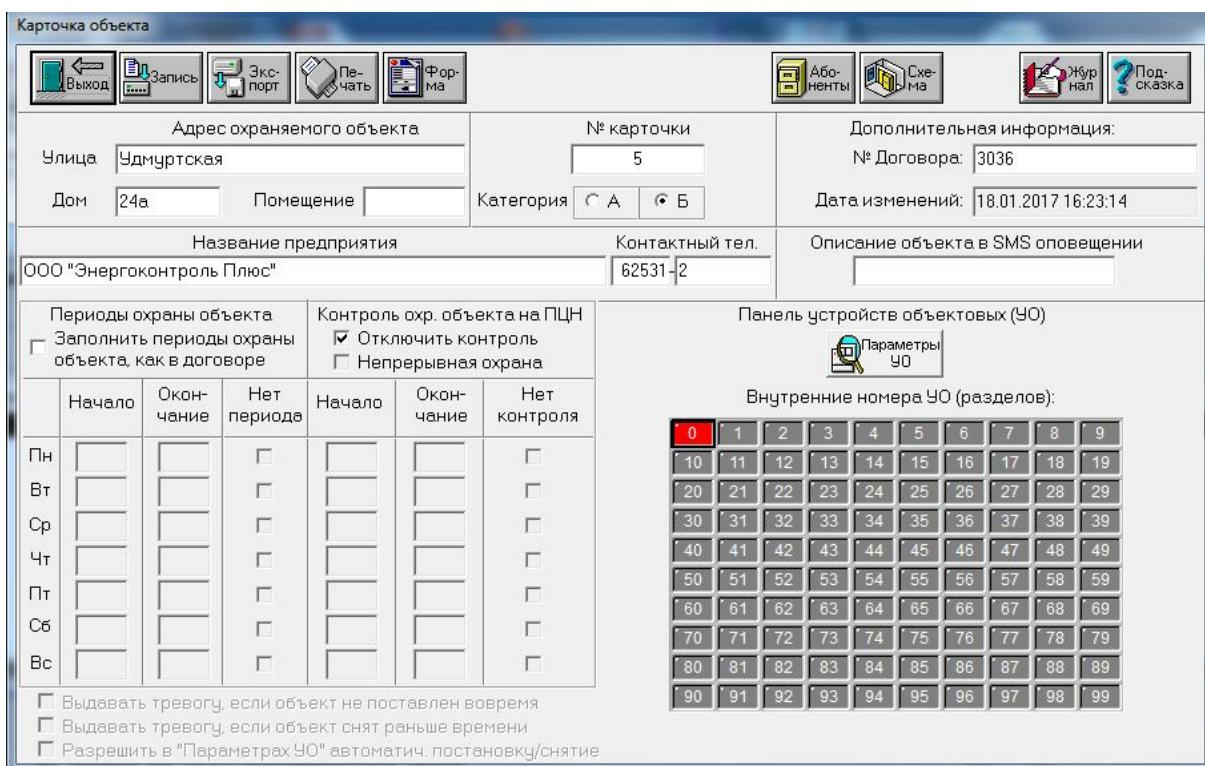

Рисунок 6. Окно «Параметры УО».
9.1 В программе сервера ПЦН необходимо открыть заранее созданную карточку объекта. Откройте в карточке объекта окно «Параметры УОО» (Рисунок 6) и установите точно такую же конфигурацию шлейфов, как при программировании. Если имеются тревожные шлейфы, установите отметку «Контроль связи с КТС». Установите УОО на обслуживание в нужную ячейку ресурсов системы.